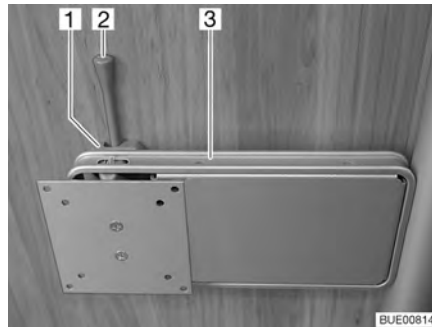

Fig. 50 Fijación en la columna
- Empujar la palanca de desbloqueo (Fig. 50,2) hacia el lado y girar el soporte (Fig. 50,3) junto con la pantalla plana a la posición deseada.
- Girar la pantalla plana hacia la posición inicial hasta que el soporte (Fig. 50,3) engatille en el bloqueo (Fig. 50,1).